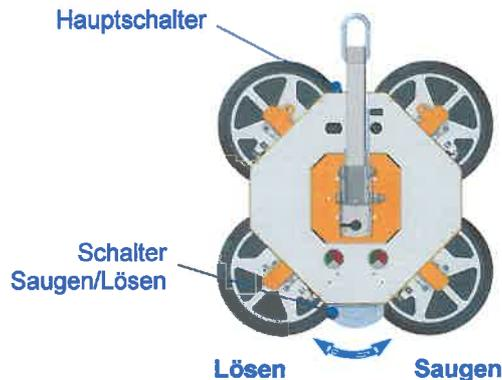

Abb. 10: Bedienfeld
Der OKTOPUS® GLASS-Jack GL-RN 400/600/800 wird über eine Vorortbedienung entsprechend Abb. 10 bedient.
- ⇒ Um eine liegende Last anzusaugen, benötigen Sie den OKTOPUS® GLASS-Jack GL-RN 400/600/800 in der Variante mit Kranarm oder mit Kranarm und Verlängerungen (s. Abb. 10, Bsp. OKTOPUS® GLASS-Jack GL-RN 400 und 800).
- ⇒ Lösen Sie die Entriegelung „Schwenken“ (s. Abb. 10) und bewegen Sie den Kran mit dem montierten OKTOPUS® GLASS-Jack GL-RN 400/600/800 zu den Elementen. Legen Sie den OKTOPUS® auf das oberste Element auf.
- ⇒ Heben Sie den Schalter „Saugen/Lösen“ (s. Abb. 10) etwas an und schieben Sie ihn anschließend bis er einrastet in Richtung „Saugen“.